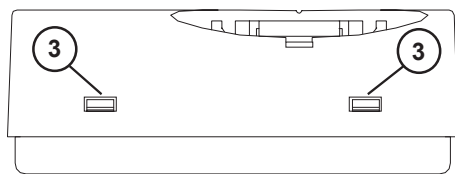

Fig. 3
1. Rimuovere la calotta plastica spostando verso l'interno, con l'aiuto di un utensile, i due dentini plastici (3) posti sul fianco destro come in Fig. 3 e 4.